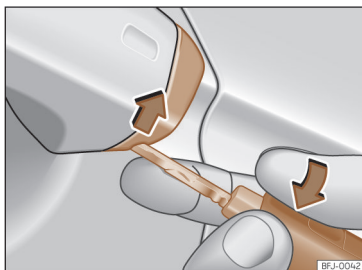

Fig. 74 Manecilla de la puerta del conductor: desprender la tapa haciendo palanca.
- Introduzca el espadín en la abertura inferior de la tapa de la manecilla de la puerta del conductor »» fig. 74 y eleve la tapa de abajo hacia arriba.